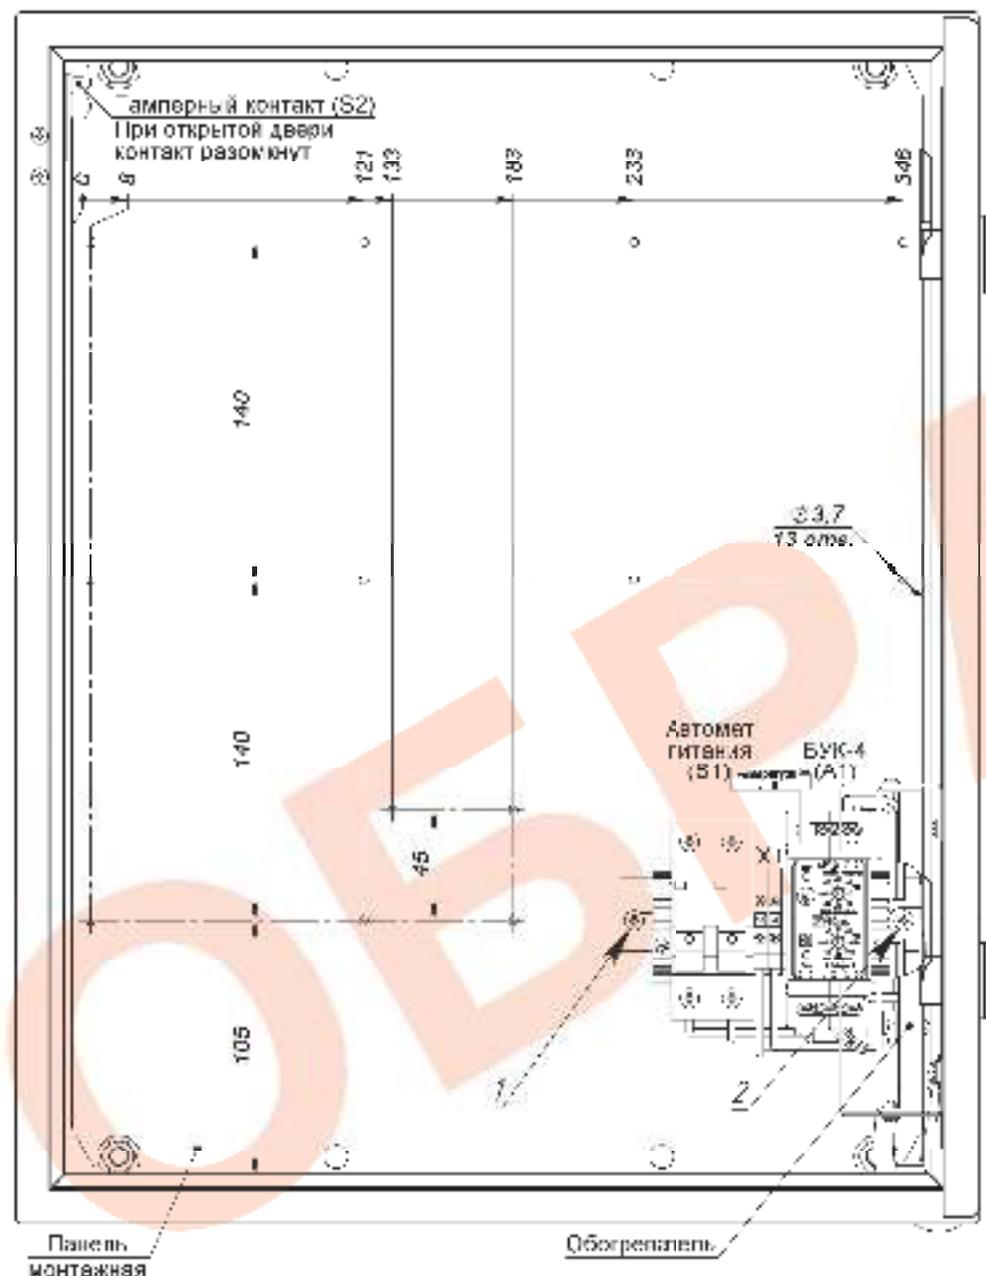

Рис.1. Устройство термощкафа (дверь открыта на 90°)
Для установки в термощкаф телевизионного (электронного) оборудования необходимо извлечь монтажную панель (рис.1), для чего необходимо:
3. Снять с монтажной панели DIN-рейку с установленными на ней автоматом питания S1, клеммами X1 и блоком управления климатом БУК-4 (А1), выкрутив крепления DIN-рейку саморезы 1 и 2 (рис.1).
2. Подключить телевизионное (электронное) оборудование к клеммам X1, при этом фазный провод (L) соединить с контактом 1.1, нулевой провод (N) с контактом 2.1.
3. Подключить амперный контакт S2 (рис.1) к внешнему устройству сигнализации.
5. Подключить кабель питания к входу автомата питания S1, при этом фазный провод (L) соединить с контактом 1, нулевой провод (N) с контактом 3.